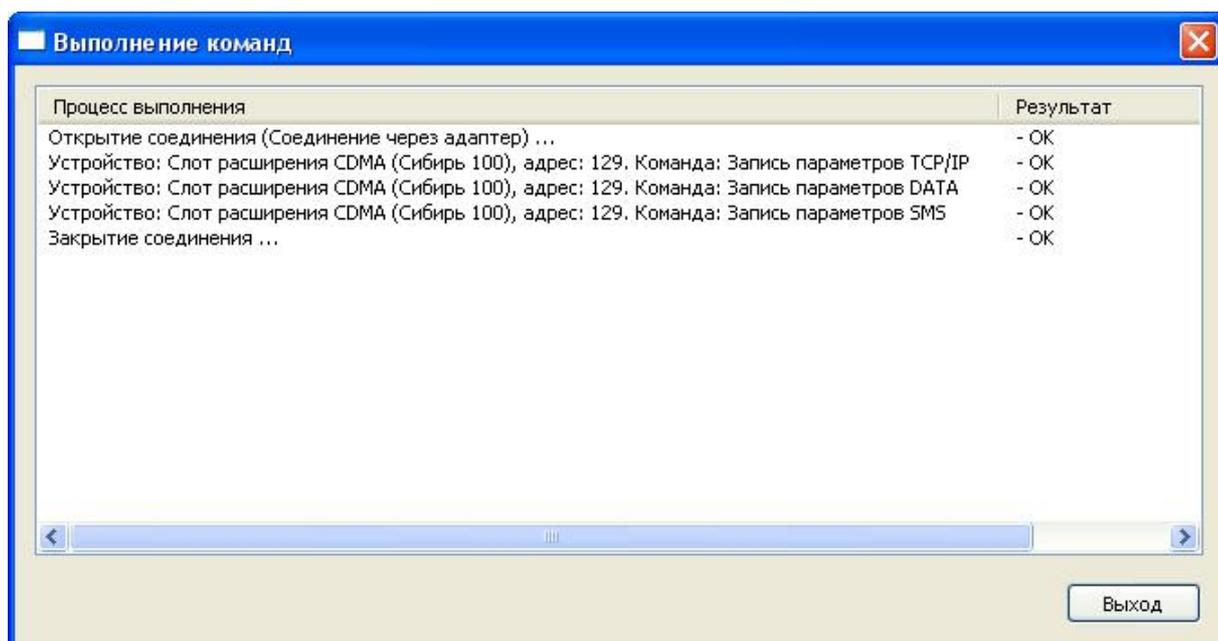

Рис. 17 – Окно результата выполнения команд .
- флажками отметить необходимые для выполнения команды и нажать кнопку *OK*. В случае, если все настройки выполнены верно, то в результате появится окно *Выполнение команд*, где отображается процесс записи информации в *терминал* (рис. 17)